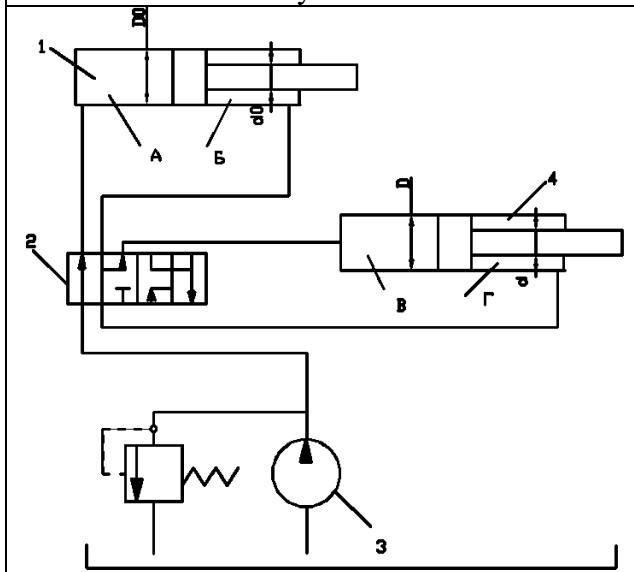

Рисунок 17
17. В объемном гидроприводе (рис. 17) используются гидроцилиндры 1 и 4 с манжетным уплотнением поршня и штока и расчетными диаметрами $D_0 = 140$ мм, $d_0 = 60$ мм, $D = 100$ мм, $d = 40$ мм. Насос 3 создает давление $p_n = 10$ МПа. Пренебрегая утечкой масла в гидроаппаратуре, определить подачу Q_n , развиваемую насосом 3, и потребляемую им мощ-